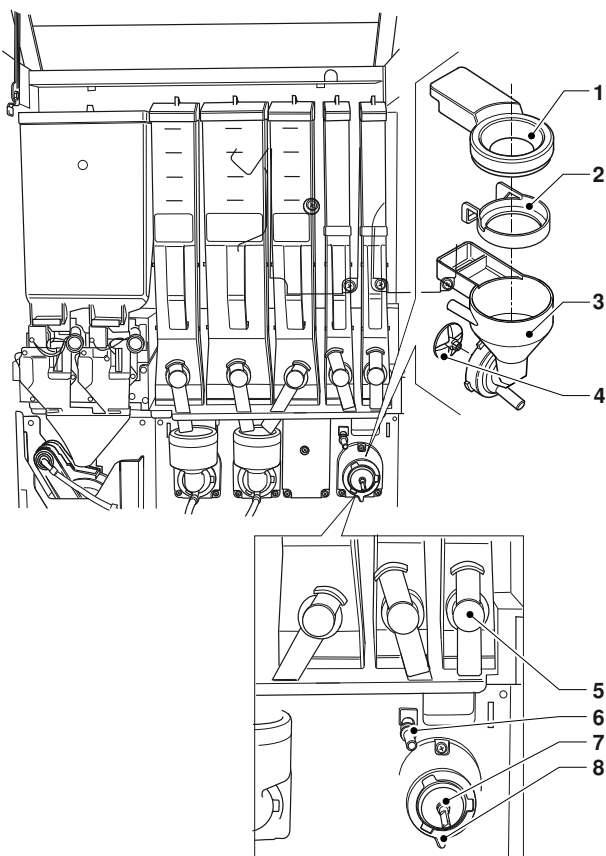

Рис. 28
- Вынуть (см. рис. 28) из миксеров воронки подачи порошка, конвейеры подачи воды, воронки хранения порошка и крыльчатки двигателя миксеров;
- Когда крыльчатка введена полностью, сальниковое устройство примет правильное положение (см. рис. 28).